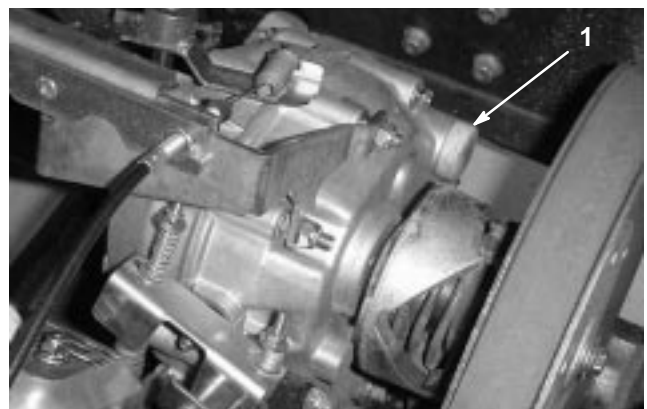

Figure 32
3. Versez environ 1,4 l d'huile moteur SAE 10W30 dans le réservoir (Fig. 32), ou faites l'appoint jusqu'à ce que le niveau d'huile atteigne le bas du trou d'indication de niveau (Fig. 31).